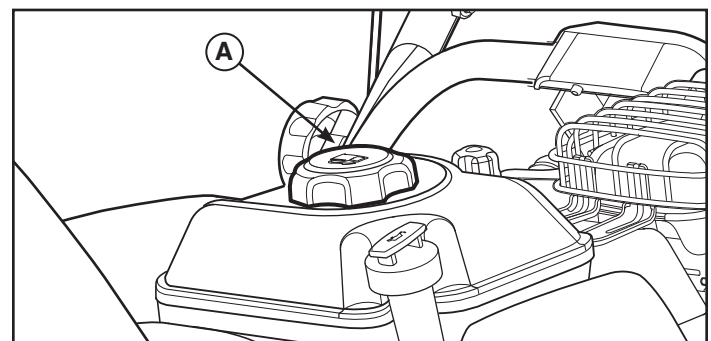

Figure 4
1. Nettoyez la zone autour du bouchon de réservoir en enlevant toute la poussière et les débris. Retirez le bouchon du réservoir (A, Figure 4).